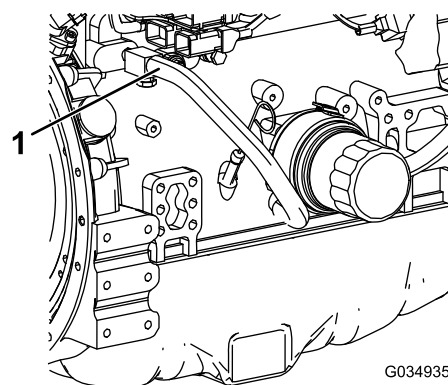

図 113
- 7. エンジンオイルクーラから冷却液ホースを外す 図 113。